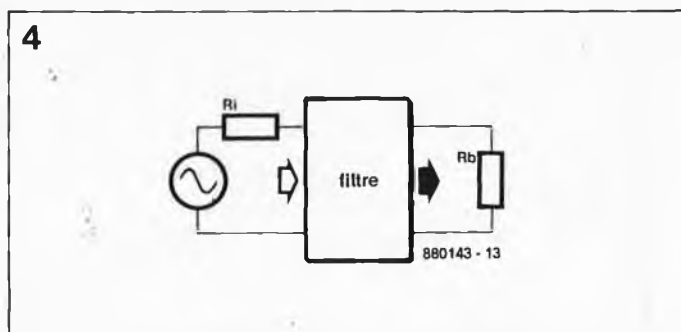

Figure 4. Concept général d'un ensemble de filtrage comportant une résistance de source et une résistance de charge.
La figure 4 montre le synoptique des éléments constituant un filtre. Le sous-ensemble "filtre" peut comporter des selfs, des condensateurs, des résistances et des éléments actifs. On branche à l'entrée une source de tension présentant une résistance interne  $R_i$  et à la sortie on connecte une résistance de charge  $R_b$ . Les deux résistances de ce schéma ont une influence prépondérante sur le fonctionnement du filtre. Lors de la conception d'un filtre, il faut, dans la majorité des cas,
référence de notre variateur dont la **figure 4** donne le schéma; la boucle à verrouillage de phase compare sa propre fréquence à celle de l'oscillateur de référence, et c'est ainsi qu'elle commande le VCO avec la précision souhaitée.
**Figure 4. Schéma complet du variateur de vitesse. L'oscillateur de référence est piloté par le quartz d'origine du lecteur de CD. Le VCO à double diode capacitive fournit des niveaux TTL atténués et filtrés ici par un réseau RC pour les besoins du circuit du lecteur de CD. L'EPROM transforme en pourcentages la valeur de consigne appliquée par le dispositif de programmation manuelle IC4/IC5 à IC9 pour la division de la fréquence du VCO.**